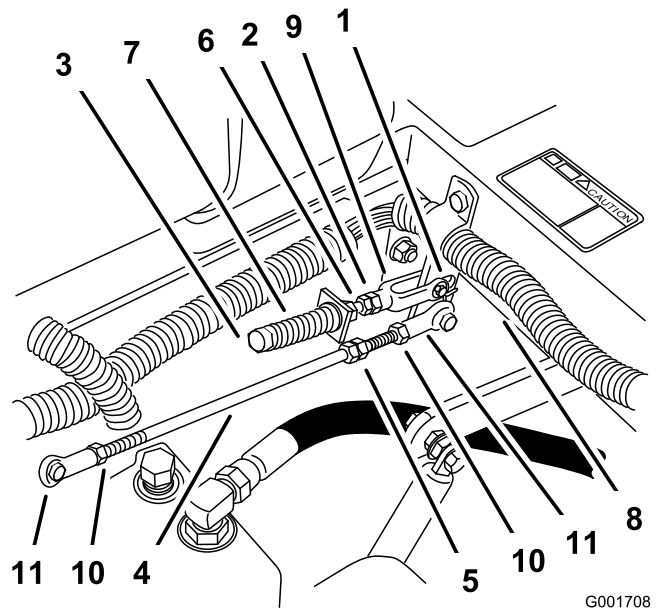

Figura 60
- Afoje las contratuercas de la articulación esférica de la varilla de control de la bomba (Figura 60).
- Ajuste la longitud de la varilla de la bomba girando las tuercas dobles de la varilla, en el sentido apropiado, hasta que la rueda quede estacionaria o se mueva muy lentamente en marcha atrás (Figura 60).
- Apriete las contratuercas de las articulaciones esféricas (Figura 60).